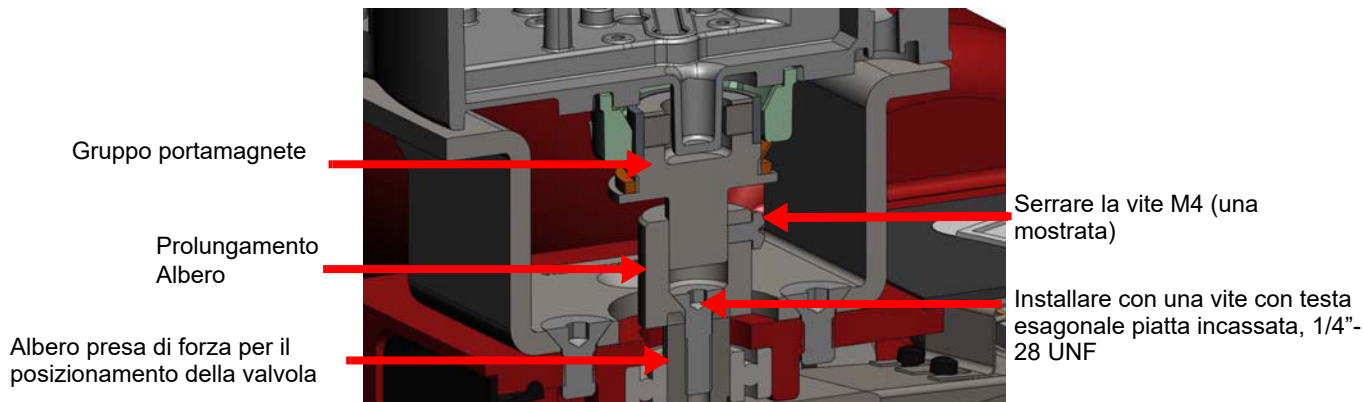

Figura 15 - Prolungamento dell'albero di presa di forza per il posizionamento della valvola
2. Imbullonare il prolungamento all'albero di presa di forza per il posizionamento della valvola (Figura 15).